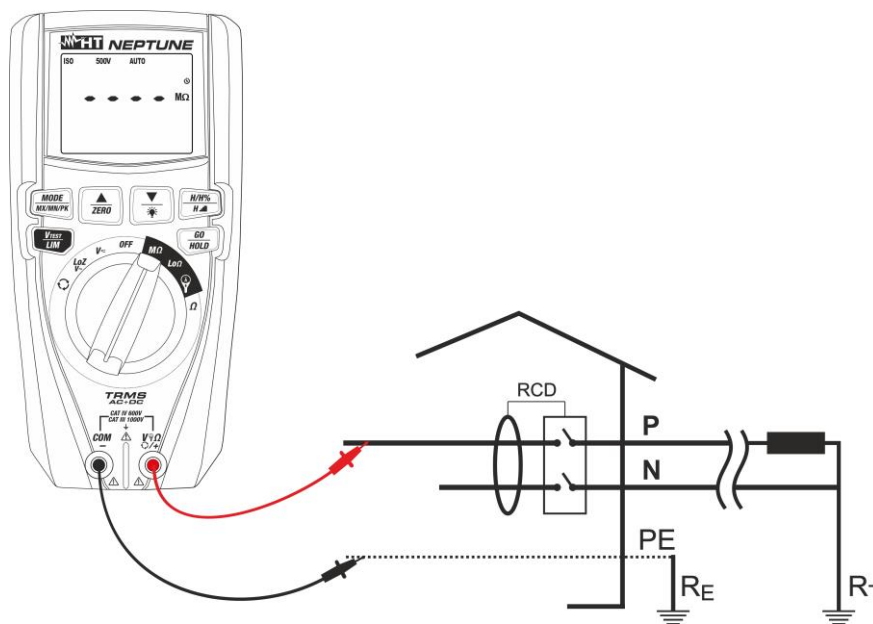

Fig. 15: Uso del instrumento para medida de resistencia de aislamiento en modo AUTO
7. Inserte el conductor rojo en el terminal de entrada **V $\Omega$ +/+** y el conductor negro en el terminal de entrada **COM/-** y eventuales terminales de cocodrilo y conecte el instrumento a la instalación en examen (vea la Fig. 15)